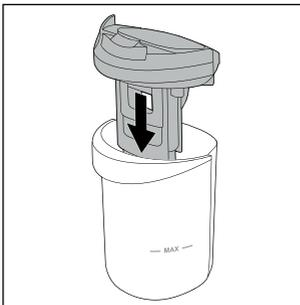

Fig. 29
- ◆ Sæt låget til beholderen til snavsset vand **9** på beholderen til snavsset vand **2** igen (se fig. 29).